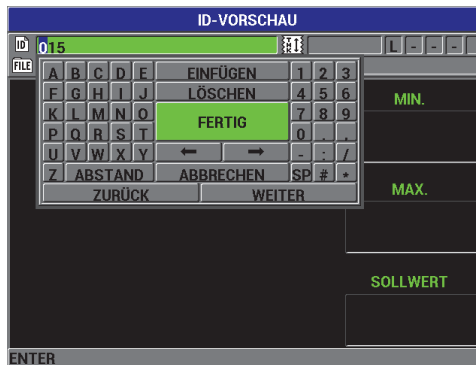

Abbildung 7-16 Bearbeiten einer ID-Nummer
4. Drücken Sie erneut die Taste **[ID#]** und ändern Sie die ID-Nummer (siehe Abbildung 7-16 auf Seite 147).